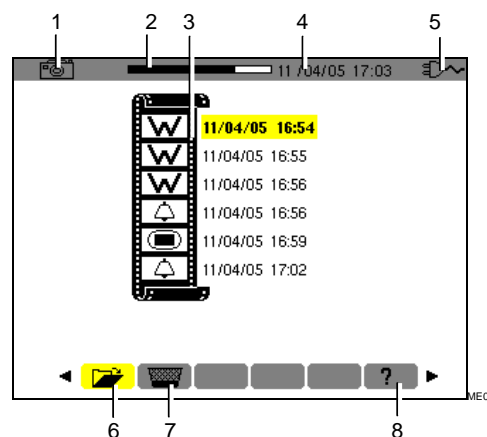

Figura 42: ejemplo de visualización de una lista de fotografías de pantalla.
La pantalla presenta la lista de las fotografías de pantalla almacenadas (Figura 42).
1. Una vez en pantalla la lista de las fotografías de pantallas (Figura 42), verificar que el submenú  (en la parte inferior de pantalla) está seleccionado.
4. Volver a la lista de las fotografías de pantallas (Figura 42) mediante ←.
1. Una vez en pantalla la lista de las fotografías de pantallas (Figura 42), seleccionar el submenú  (parte inferior de la pantalla) con ◀▶.